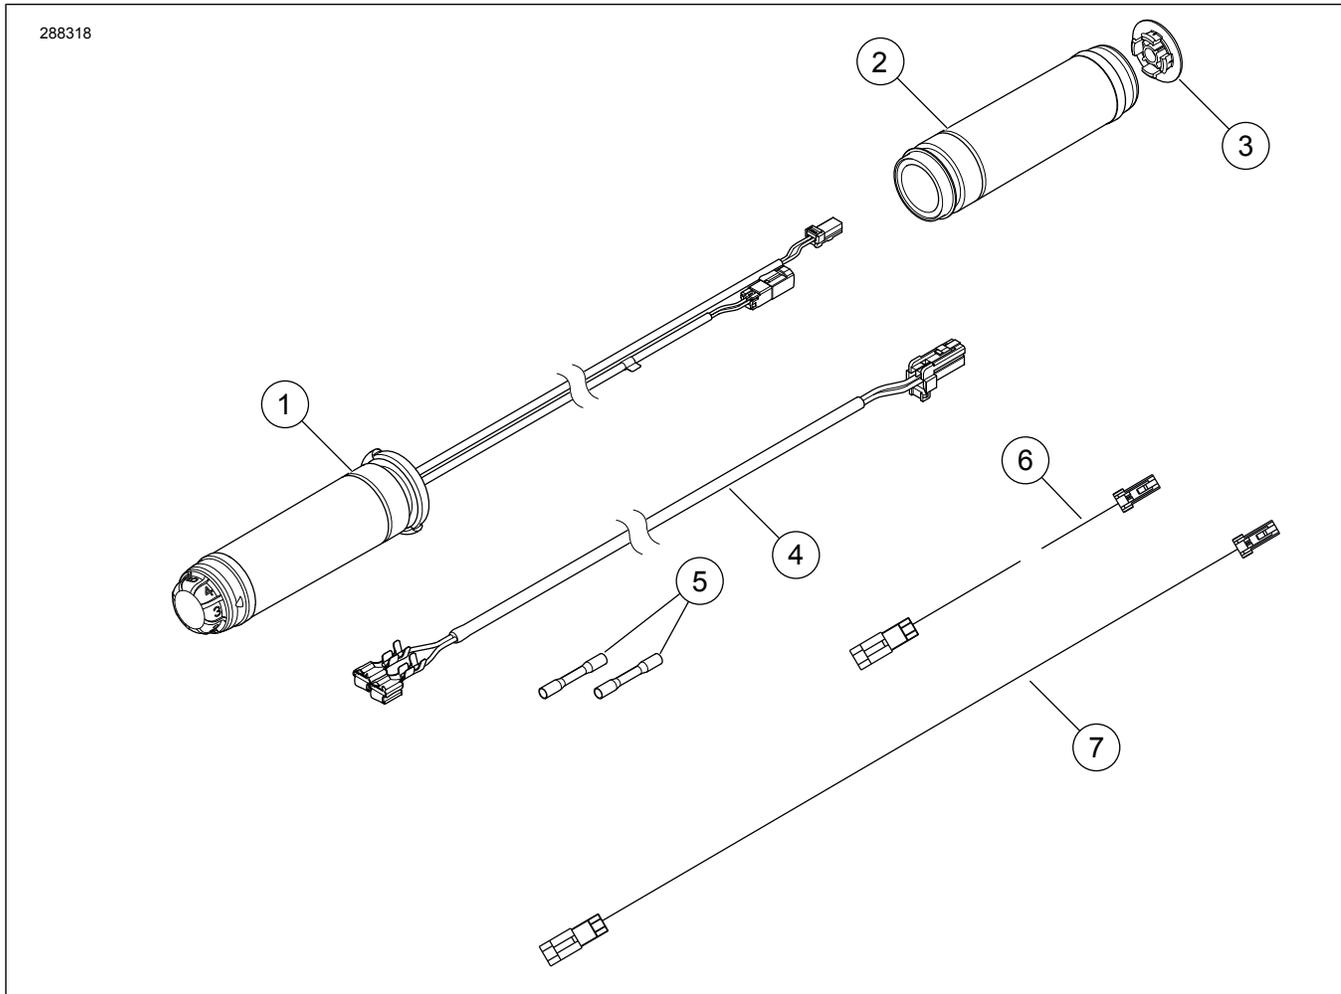

Figura 10. Peças de reposição: Kit de manoplas aquecidas
1. Veja Figura 10 . Obtenha o conjunto do chicote de fios do kit. Corte os dois terminais de lâminas do chicote de fios.
- b. Veja Figura 10 . Faça a emenda na fiação da lâmpada do ponta do para-lama próxima do conector, usando os dois conectores de emenda (5) do kit.